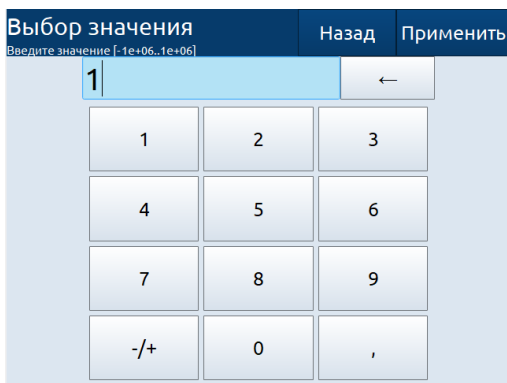

Рисунок 2.20 – Редактор величин «Десятичная система»
- в десятичной системе (см. рисунок 2.20);